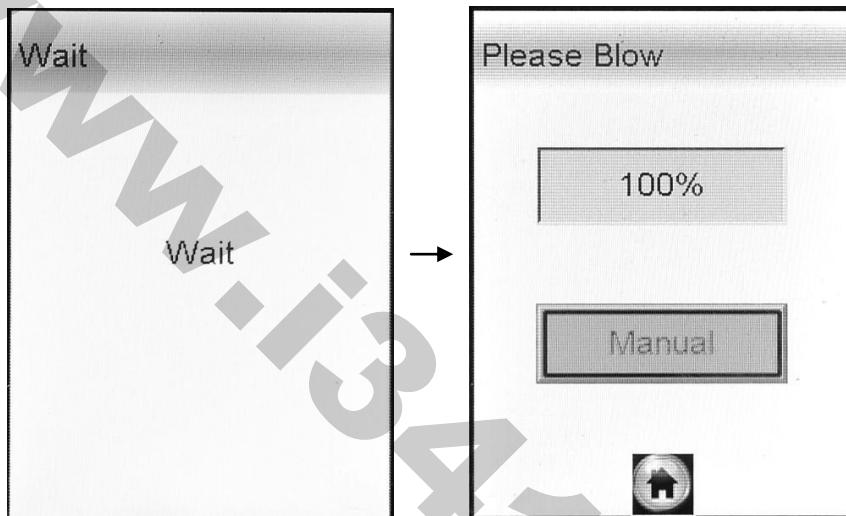

Рисунок 18 – Переход в режим скрининга
2.10.2 Выберите режим скрининга, переместив курсор с помощью кнопки А или В на соответствующую иконку и утвердив выбор кратковременным нажатием на кнопку вкл/выкл. Анализатор начнет процедуру подготовки к измерению, на дисплее последовательно появятся окна «Wait» и «Please Blow» (рисунок 18).